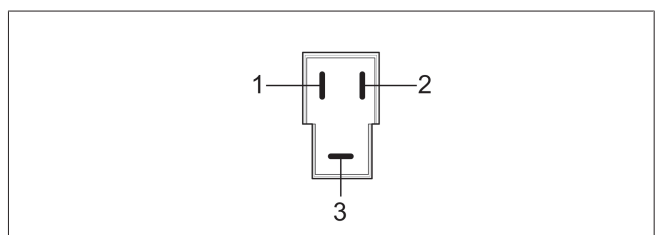

Abb. 6 Elektrische Anschlüsse
- ▶ Die elektrischen Anschlüsse entsprechend Abb. 6 ausführen. Leistungs- und Sicherungsdaten siehe Kapitel 9, "Technische Daten" auf Seite 7. Relais, Sicherungen und Schalter nicht nahe Kältemittelanschlüssen anbringen.